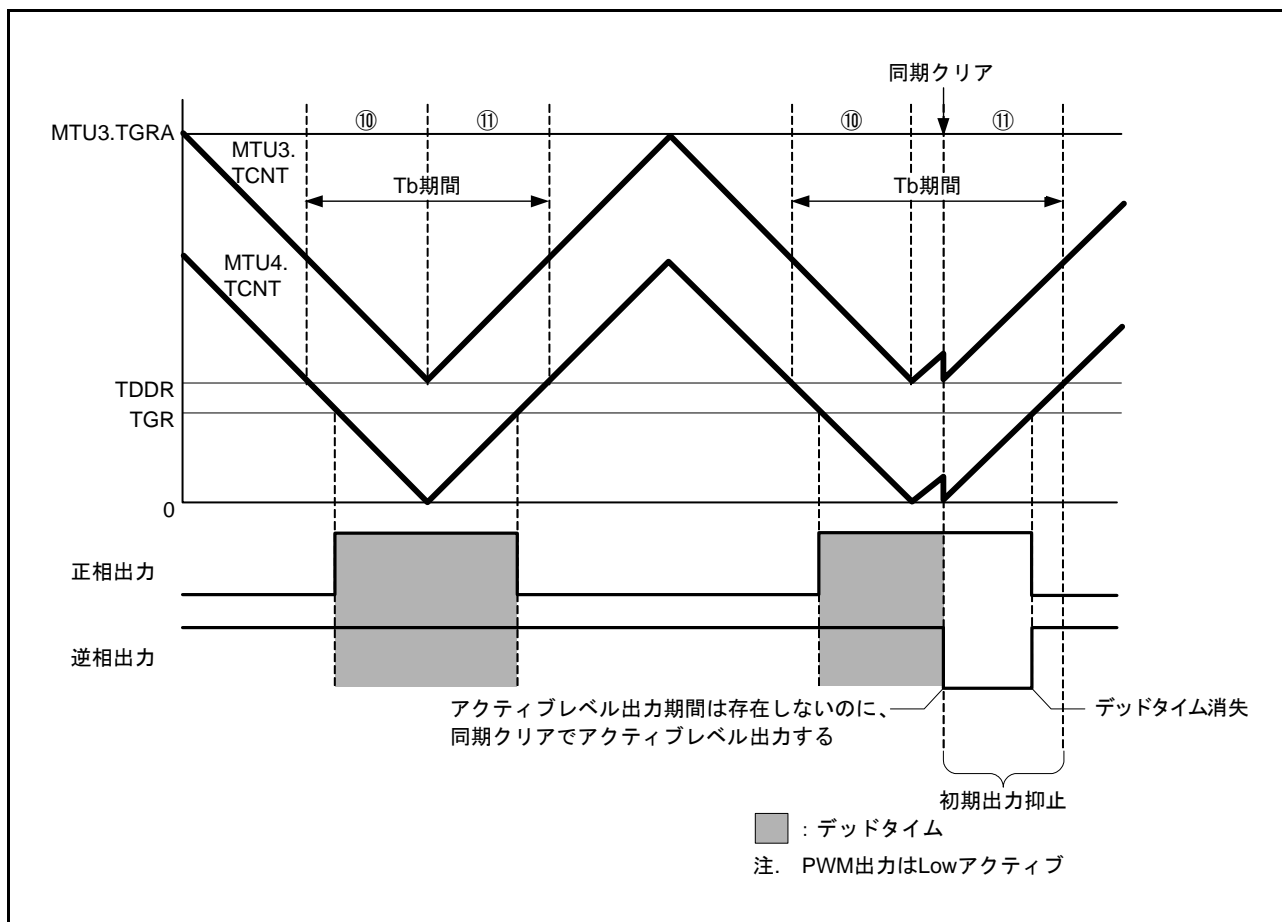

図 23.112 同期クリア例 (条件 2 の場合)
条件 2 : 初期出力の抑止期間⑩、⑪にて、 $MTU3.TGRB \leq TDDR$ 、 $MTU4.TGRA \leq TDDR$ 、 $MTU4.TGRB \leq TDDR$ のいずれかが成立する状態で、同期クリアした場合 (図 23.112 参照)。